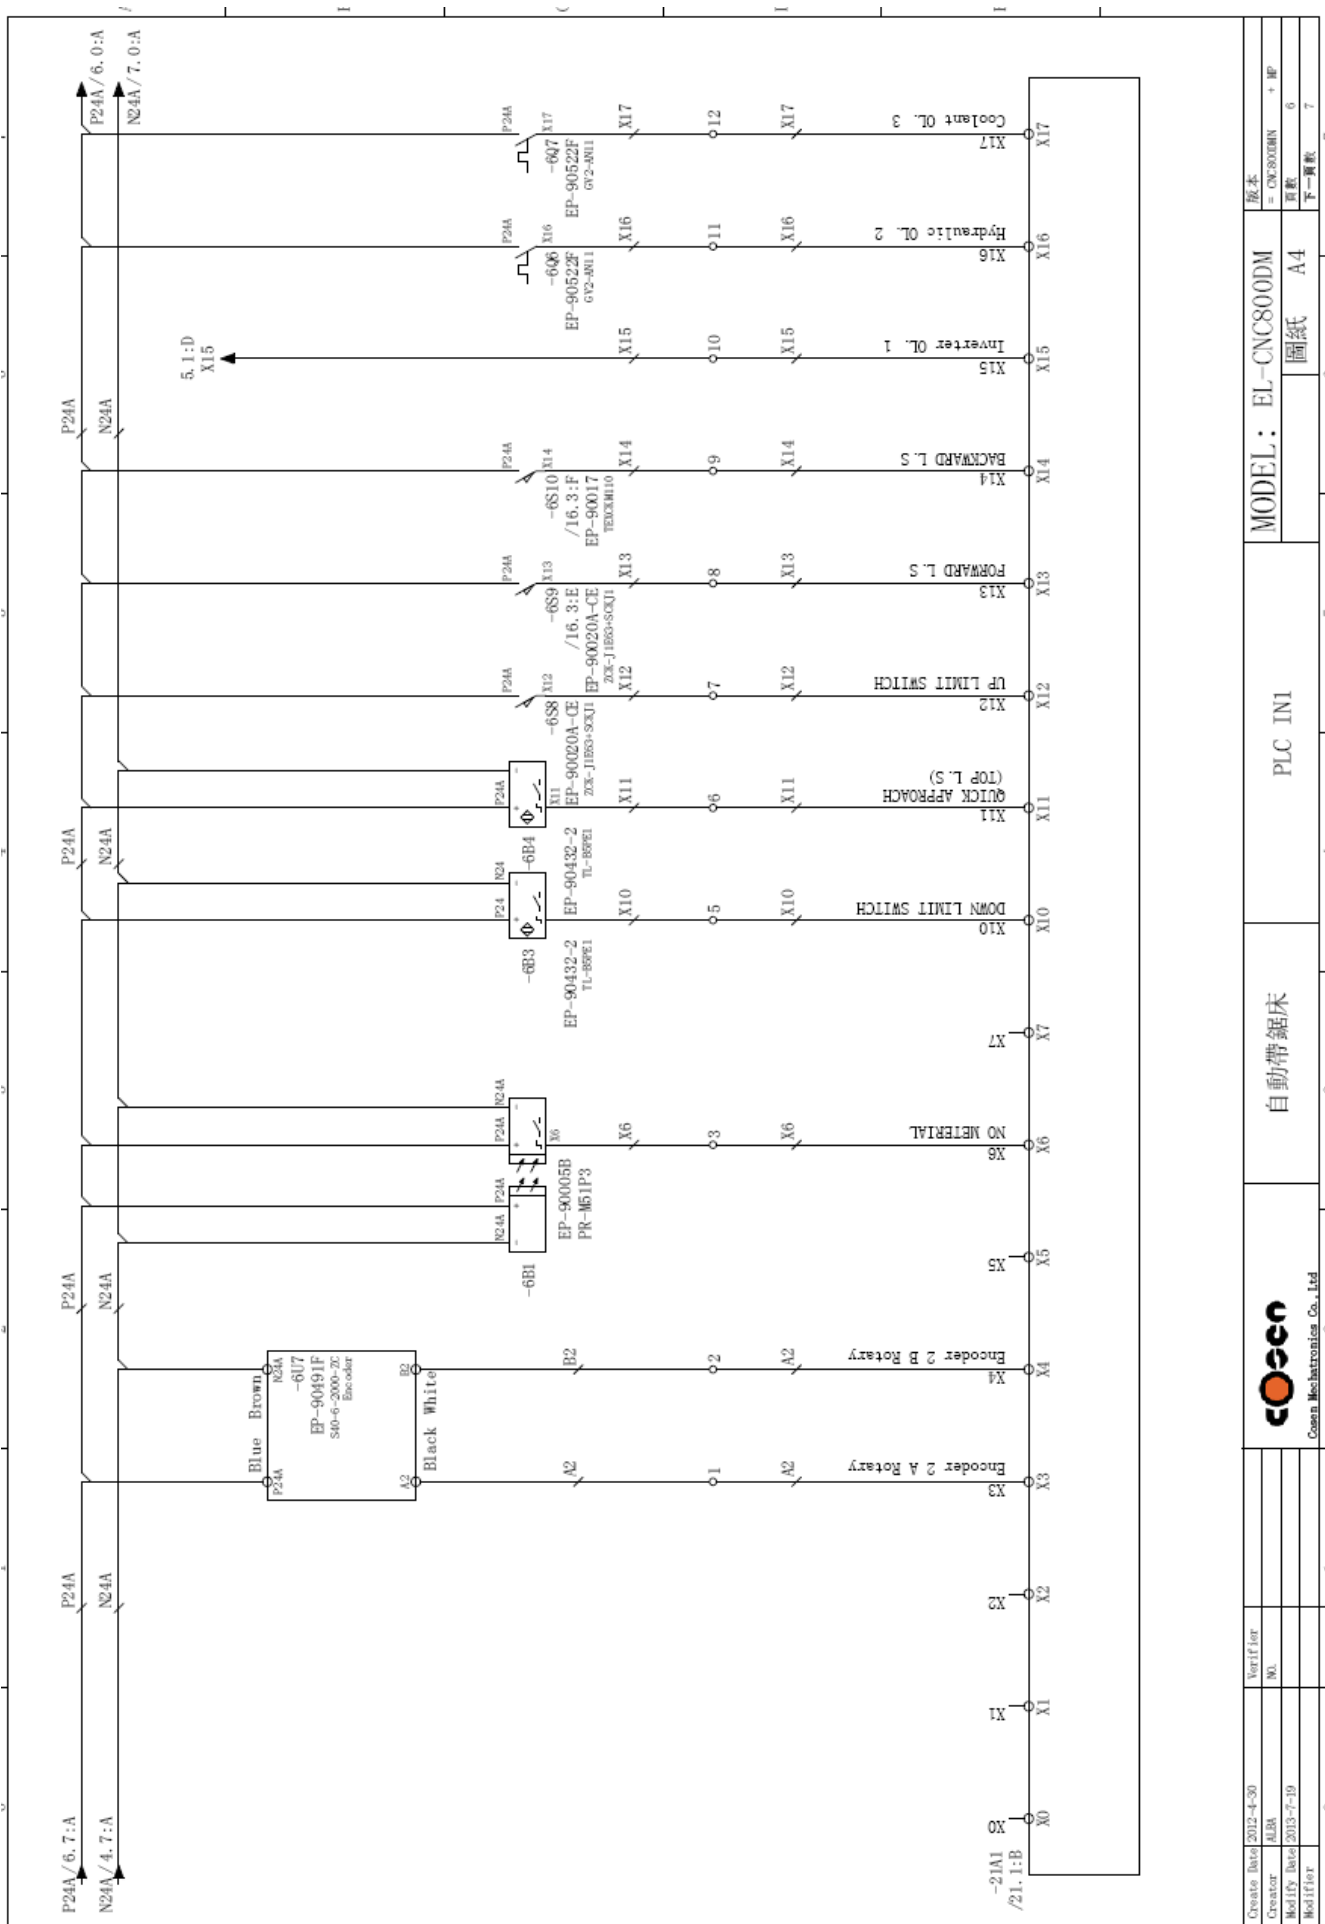

Fig. 5-7 PLC IN1 layout (CE)
- Fig. 5-7 PLC IN1 layout (CE)